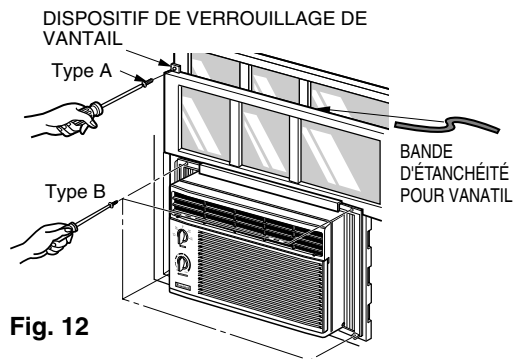

Fig. 12
Etirez les volets d'étanchéité (TYPE F) jusqu'à ce qu'ils ferment entièrement l'ouverture de la fenêtre et fixez-les à l'aide de 4 vis de type B, tel qu'illustré à la Fig. 12.
- a. Coupez la bande d'étanchéité pour vantail (TYPE E) à la largeur des vantaux. Insérez-la dans l'espace situé entre les vantaux supérieur et inférieur, tel qu'illustré à la Fig. 12. Cela empêchera l'air chaud et les insectes de pénétrer dans la pièce.
- b. Fixez le dispositif de verrouillage de vantail à l'aide d'une vis de type A, tel qu'illustré à la Fig. 12.